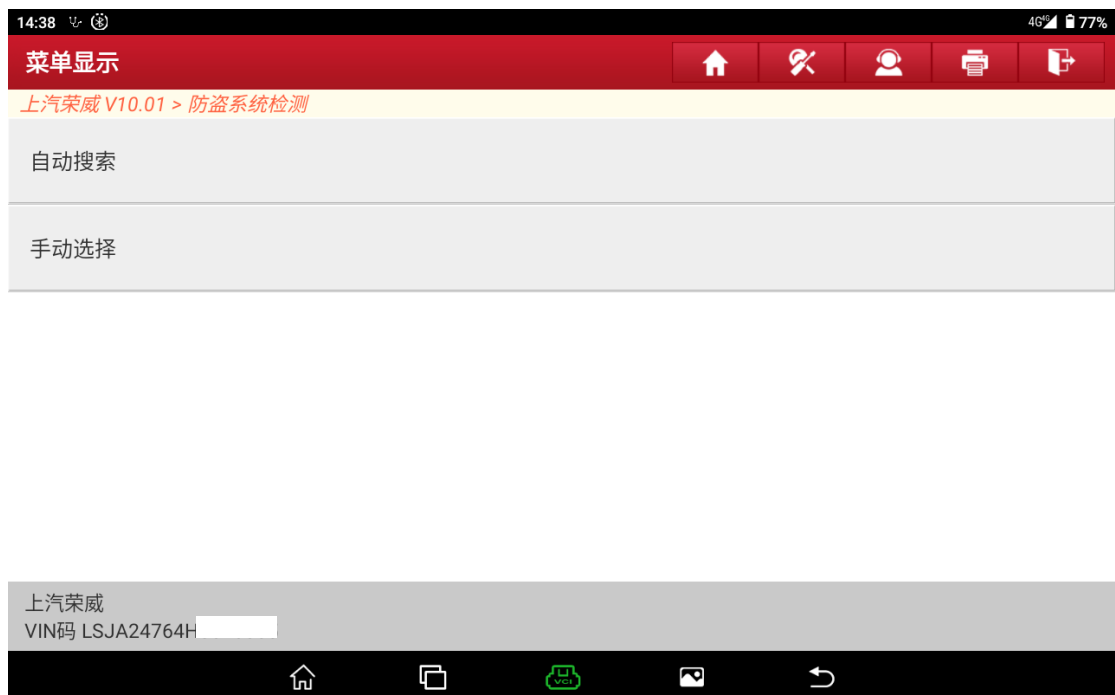

图 23
8. 完成 BCM 更换之后退回到主菜单并选择【防盗系统检测】→【自动搜索】并确认自动搜索到的车型是否正确（图 23、图 24、图 25）